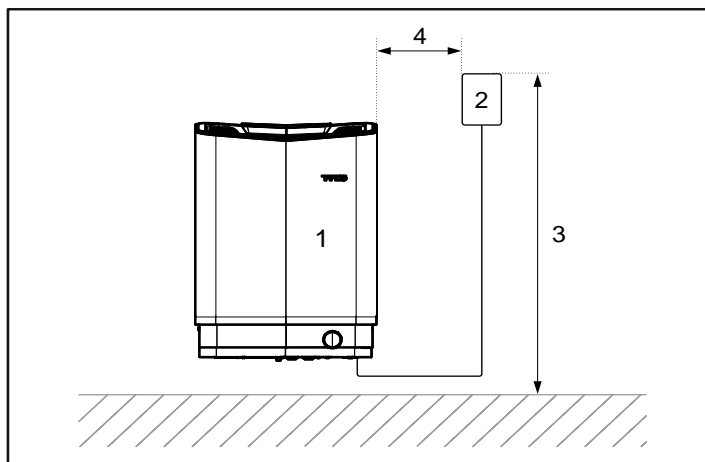

Rysunek 5. Umiejscowienie pieca — montaż wnękowy
- Zaplanuj umiejscowienie czujnika (patrz rys. 3, str. 43, i rys. 5, str. 43).
- na tej samej ścianie co drzwi (lub ścianie bocznej, ale bardzo blisko ściany drzwi). Piec można także ustawić we wnęce (patrz rys. 5).
1. Ustaw piec w bezpiecznej odległości od podłogi, bocznych ścian i elementów wyposażenia wnętrza (patrz rys. 5).
2. Ustaw czujnik zgodnie z ilustracją (patrz rys. 5).